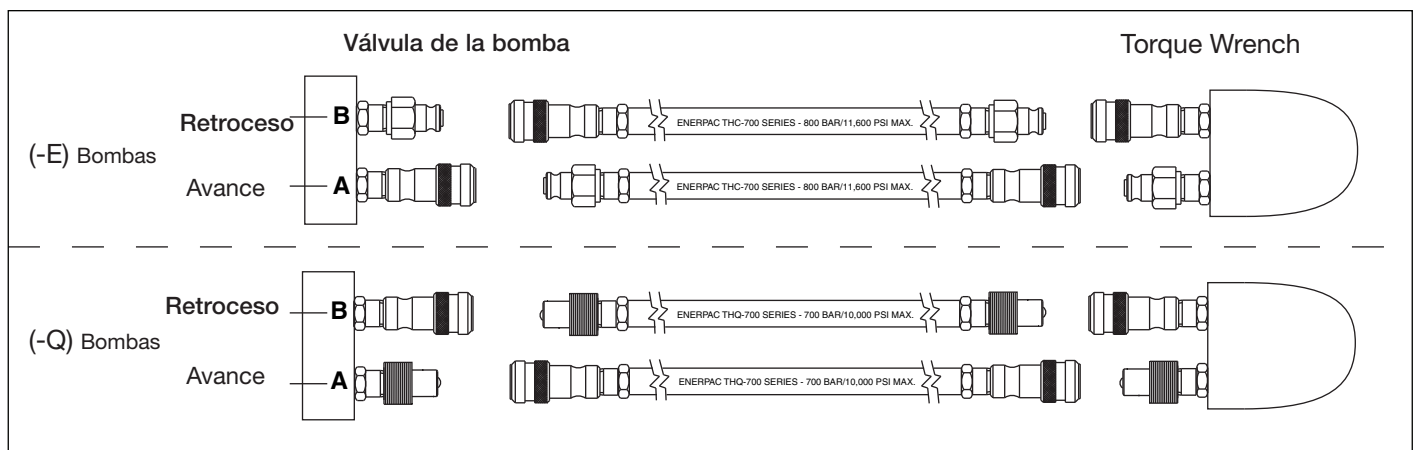

Figura 5, Detalles de la manguera
Conecte las mangueras según el tipo de bomba (-E) o (-Q). Consulte la figura 5.
2. (-Q) Tipo de bomba para las llaves dinamométricas S y W de Enerpac y de otras marcas comerciales: Utilice mangueras “Enerpac THQ-700 series - 700 bar/10,000 psi max.” Los acopladores se deben polarizar según la figura 5 para lograr un correcto funcionamiento de la llave. Asegúrese de que los acopladores estén completamente colocados y ajustados antes de su funcionamiento. Un ajuste parcial de los acopladores no permitirá un funcionamiento adecuado de la llave.